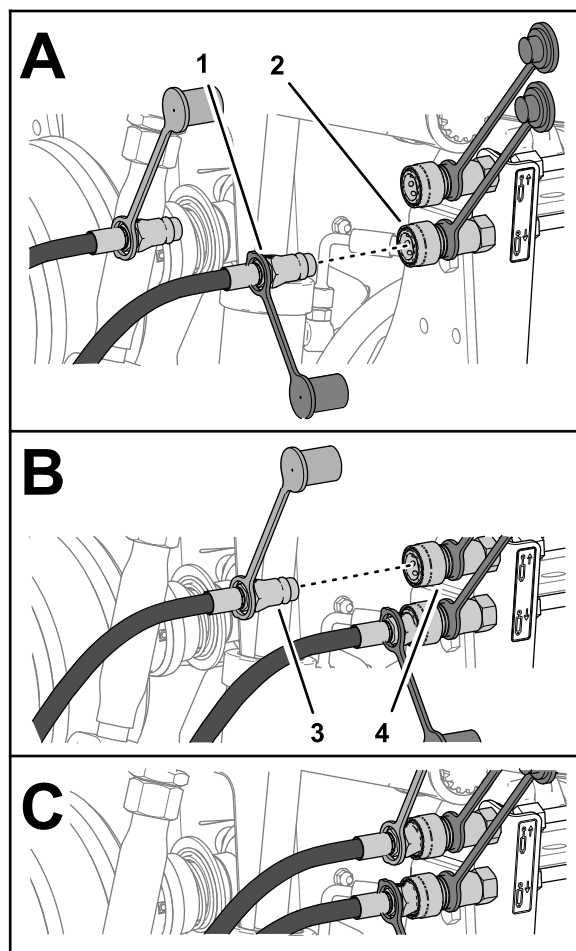

Figura 33
4. Collegate il flessibile di estensione del cilindro del raccordo ad innesto rapido al circuito di abbassamento dell'attrezzo posteriore del giunto a disinnesto rapido (Figura 33).